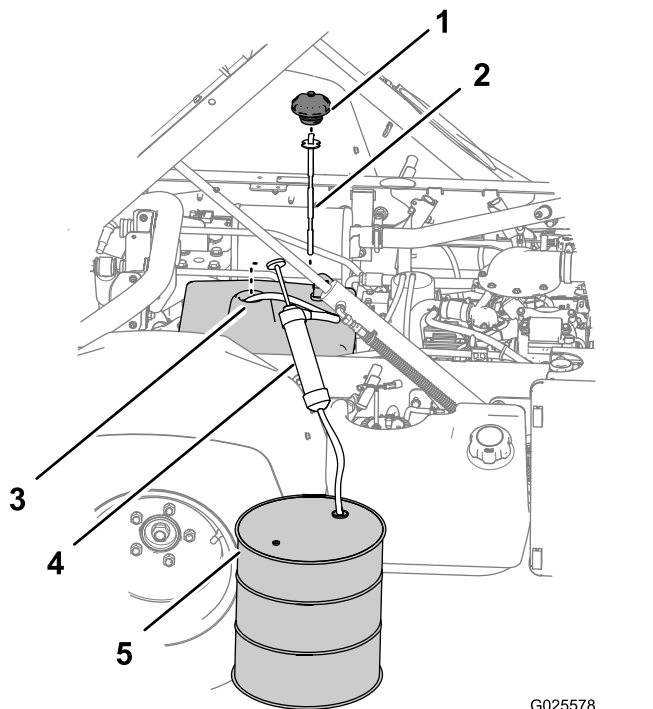

Bild 82
3. Entfernen Sie den Deckel bzw. Peilstab vom Füllstutzen des Hydraulikbehälters (Bild 82).
4. Verlegen Sie den Ansaugschlauch des Absauggeräts durch den Füllstutzen des Hydraulikbehälters zur Unterseite des Behälters (Bild 82).
5. Stecken Sie den Auslaufschlauch des Absauggeräts in einen Auffangbehälter (Bild 82), der ein Fassungsvermögen von 11,4 l hat; Fassungsvermögen für Nicht-TC-Modelle und für Nicht-TC-Modelle mit der Hochflusshydraulik oder TC-Modell sollte 18,9 l sein.
7. Entfernen Sie das Absauggerät vom Hydraulikbehälter (Bild 82).
8. Füllen Sie 7,5 l (für Nicht-TC-Modell) oder 15,1 l (Nicht-TC-Modell mit Hochflusshydraulik (Option) oder TC-Modell) der angegebenen Hydraulikölsorte in den Hydraulikbehälter (Bild 82).
9. Setzen Sie den Peilstab ein und den Deckel auf den Füllstutzen des Hydraulikbehälters (Bild 82).